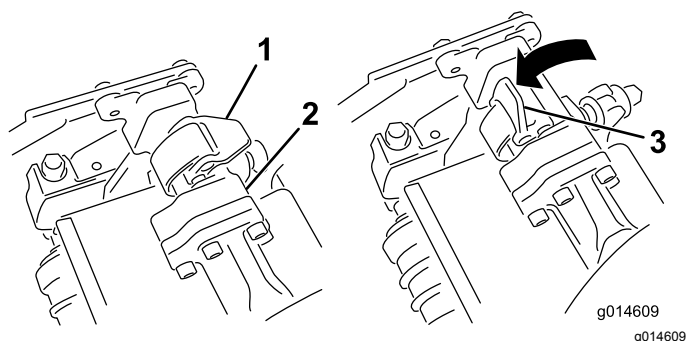

Figura 44
3. Con los enganches del brazo de suspensión orientados hacia arriba (es decir, abiertos (Figura 44)), empuje hacia abajo el brazo de suspensión de modo que la barra encaje en la barra situada en la parte superior de la unidad de corte (Figura 45).
- Presione los enganches hacia abajo alrededor de la barra de la unidad de corte y bloquéelas (Figura 44).
4. Abra los enganches de la barra del brazo de suspensión de la unidad de corte que está retirando (Figura 44).